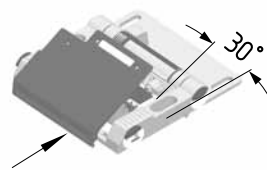
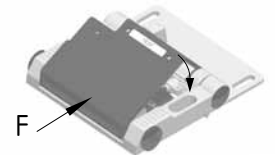

図2
図3
5. ケースカバーを約30°傾け本体に押し付け（図2）、同時に下へ押し付けて下さい。（図3）